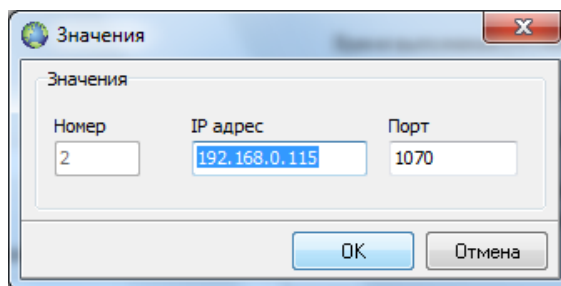

Рис.7
- **Добавить** – добавить ссылку на другой сервер связи. В появившемся окне (Рис.7) указать номер по порядку, IPадрес и порт другого филиала. Таким образом формируется список филиалов, с которыми будет выполняться обмен;